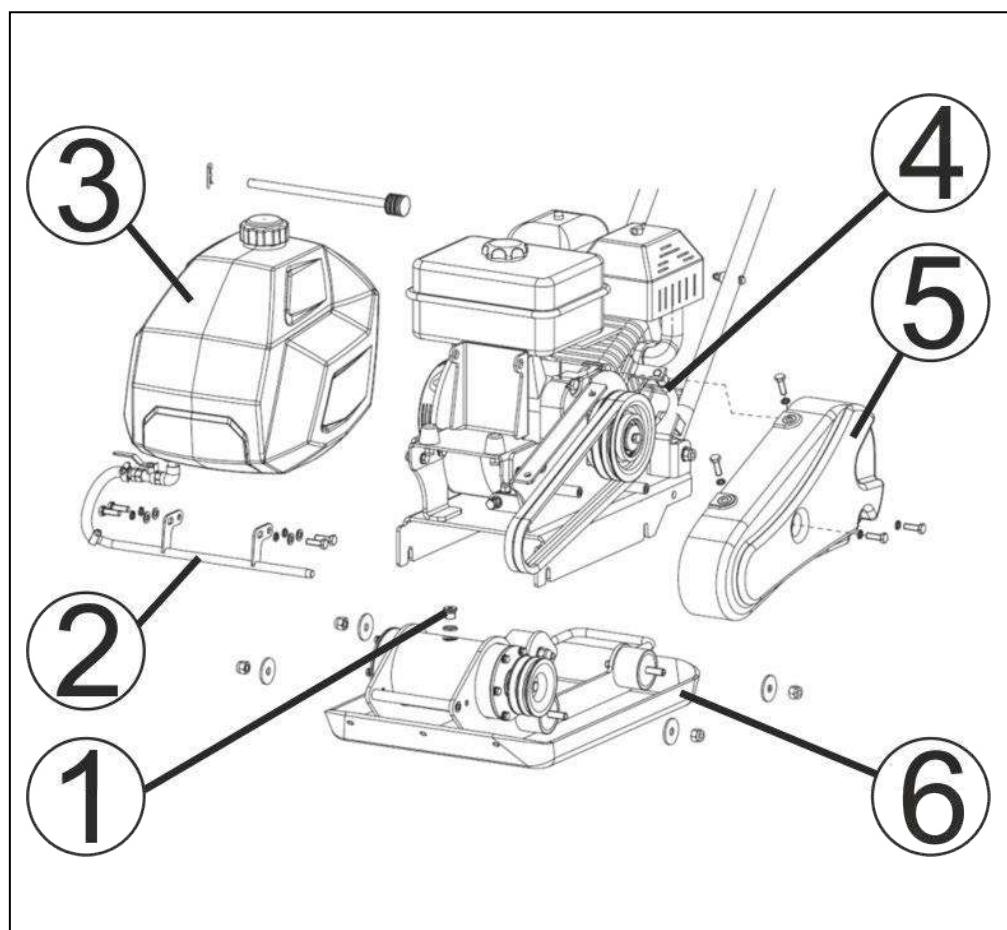

Рис. 25. Снятие рыма с двигателем.
1. Открутить болты крепления и снять кожух (5) защитных ремней (Рис. 25).
2. Открутить болты крепления трубы подачи воды к рабочей плите и снять трубку (2) подачи воды и бак (3) для воды.
3. Ослабить гайки резиновых амортизаторов, соединяющих раму (4) с двигателем и рабочую плиту (6) (Рис. 25).
4. Снять ремни и отделить раму (4) с двигателем от рабочей плиты (6) (Рис. 25).
5. Очистить зону вокруг пробки отверстия для слива масла и открутить пробку (1) отверстия для слива/заправки масла (Рис.25).